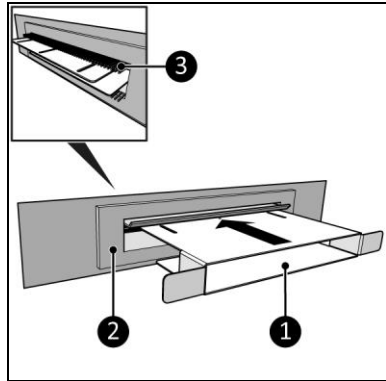

Abbildung 2
1. Öffnen Sie den Briefkasten (Abbildung 2, Pos. 2) und führen Sie den Durchgang ein (Abbildung 2, Pos. 1). Durch den Durchgang werden die Haarstreifen (Abbildung 2, Pos. 3) des Briefkastens weggeschoben, um sicherzustellen, dass genügend Platz für den Way-out vorhanden ist.